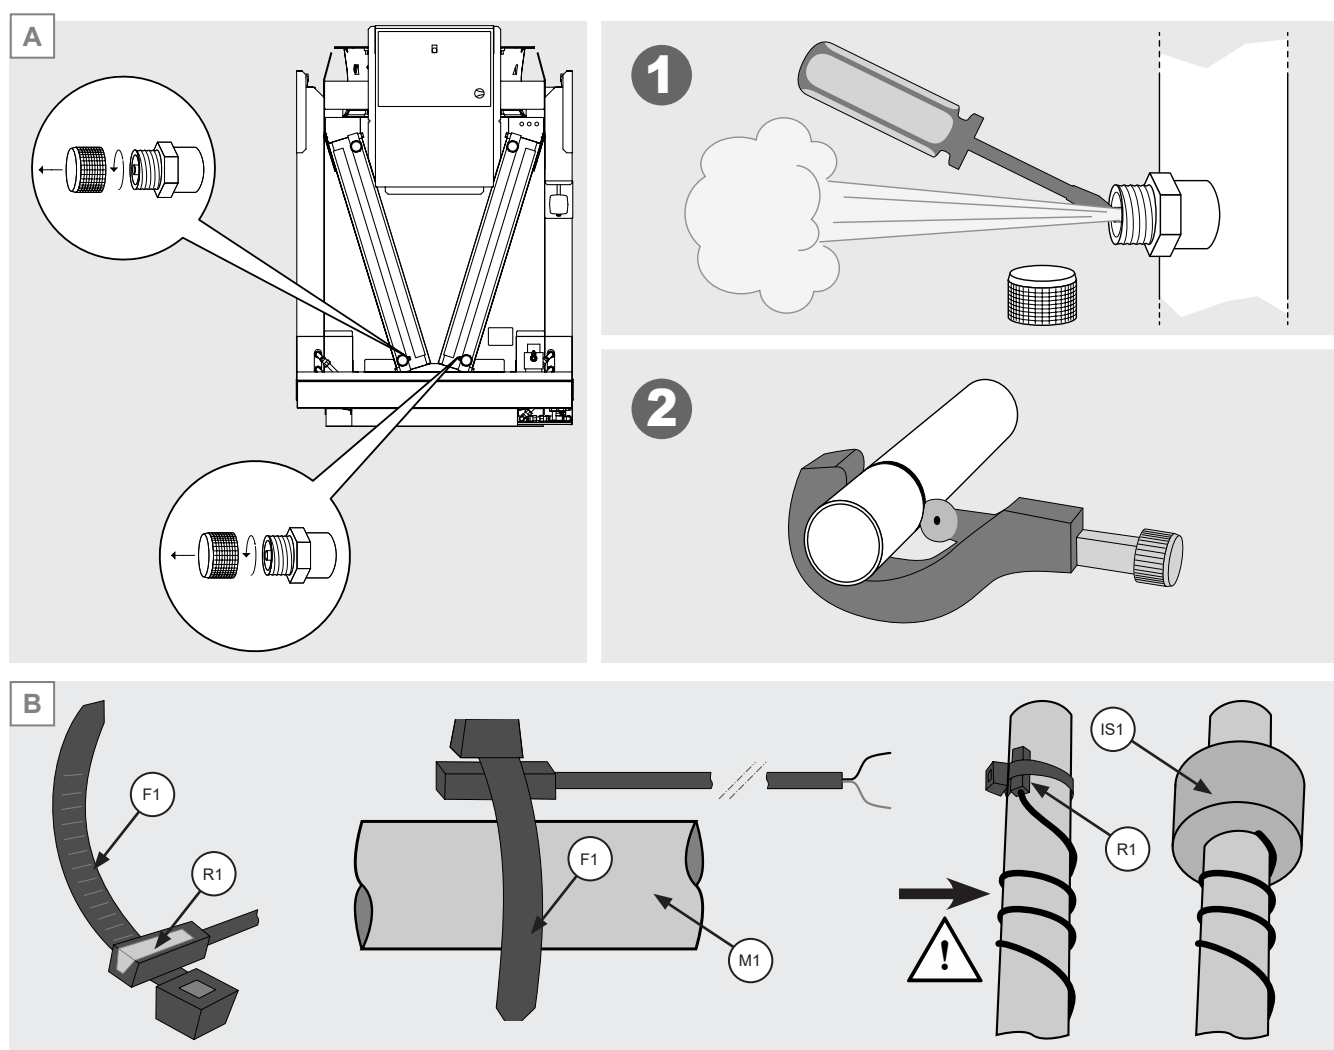

Abbildung 10
- 6.13 Vor dem Durchtrennen der Eintritts- und/oder Austrittsmuffen (Modelle AVK, AVS) den Vorladedruck (ca. 2 bar) aus dem Wärmetauscher ablassen. Siehe Abbildung 10 A.
- 6.14 Nur für Gaskühlermodelle: Die Montage der Temperaturfühler an den Austrittsmuffen der Wärmetauscher ist Sache des Kunden. Die Fühler bestehen aus einer Klemme (F1), die den Fühler (R1) trägt: die Klemme muss an der Muffe (M1) befestigt werden und das elektrische Kabel (C1) muss mit 2 Spulen auf das Rohr selbst gewickelt werden. Die Sonde ist mit einer geeigneten Isolierung (IS1) thermisch zu isolieren. Siehe Abbildung 10 B.